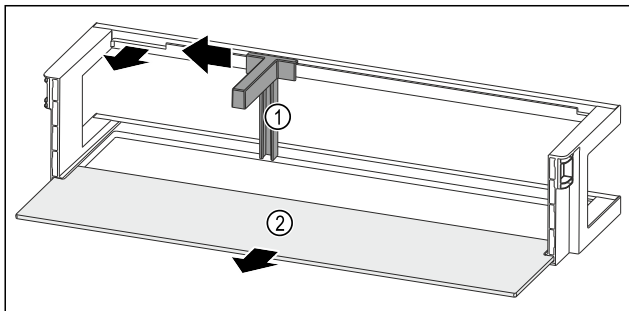

Fig. 120 Raft montat pe ușă cu suport pentru sticle și raft
- ▶ Împingeți în lateral suportul pentru sticle Fig. 120 (1) până la degajare.
- ▶ Extrageți suportul pentru sticle Fig. 120 (1).
- ▶ Extrageți raftul Fig. 120 (2).